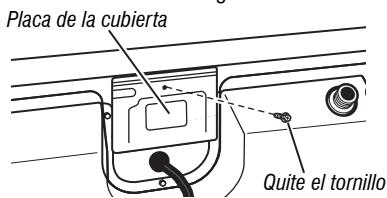

Figura 2: Retire la placa de la cubierta
2. Retire la placa de la cubierta de la parte superior central, del lado posterior de la secadora. Consulte la Figura 2.
- Retire la placa de la cubierta de la parte superior central, del lado posterior de la secadora. Consulte la Figura 2.